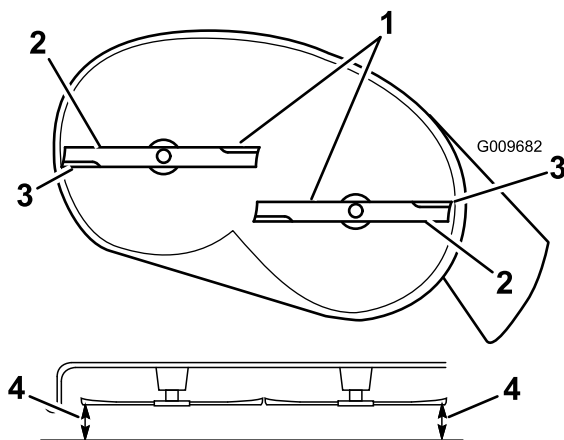

Figura 48
4. Gire cuidadosamente las cuchillas hasta que estén todas orientadas lateralmente (Figura 48).
- Mida entre los bordes de corte exteriores y la superficie plana (Figura 48). Si hay una diferencia de más de 5 mm entre ambas dimensiones, se requiere un ajuste; siga con este procedimiento.